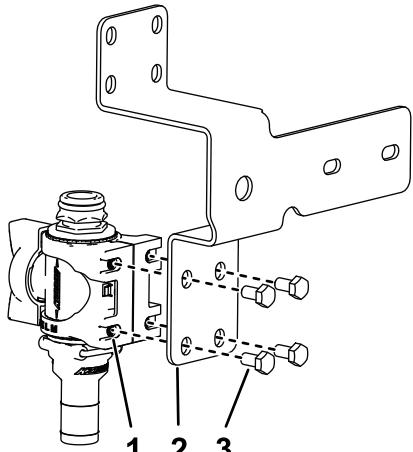

図 28
7. フランジヘッドボルト (M6 x 12 mm) 4本を使って、バルブマウントを付属のコントロールバルブブラケット (図 28) に取り付け、ボルトを1012 N·m (1.1 1.3kgm) のトルクで締める。